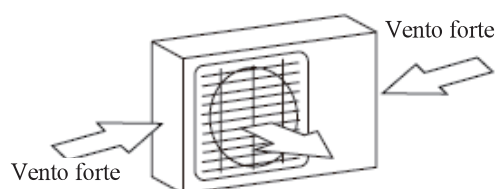

Fig. 6.1
- ☑ Se il luogo è esposto a venti forti (per esempio: vicino al mare), l'unità deve essere posta contro il muro per ripararla dal vento. Se necessario, usa una tettoia. (Vedi Fig. 6.1 & 6.2)